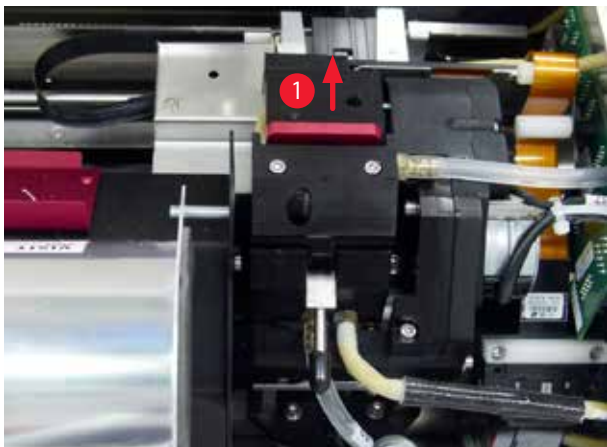

图 49
2. 打印头 (→"图 49-1") 向上移动到距离密封缘 (→"图 49") 大约 1cm 的位置。